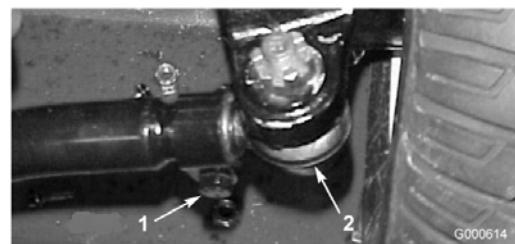

Figure 48
- Pour le régler, retirez la goupille fendue et l'écrou de l'une des rotules de biellette (Figure 48). Déposez la rotule de biellette du support du corps d'essieu.
- Desserrez les fixations aux deux extrémités des biellettes (Figure 48).